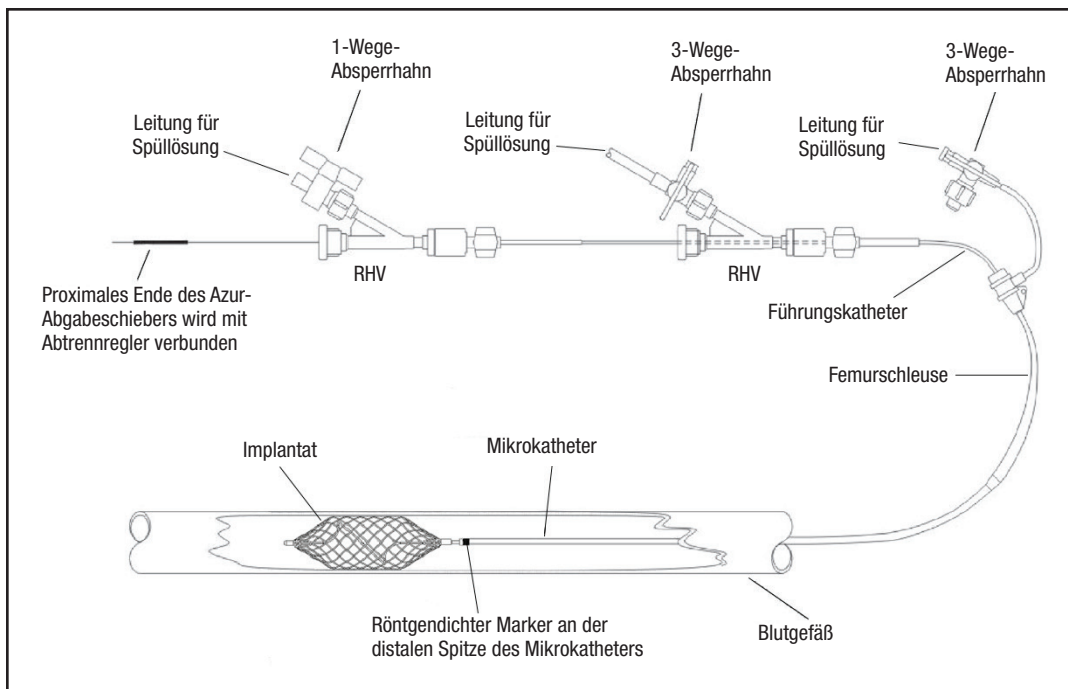

Abbildung 1 – Darstellung des Azur-System-Aufbaus
- Das Darstellen des Aufbaus ist in Abbildung 1 dargestellt.